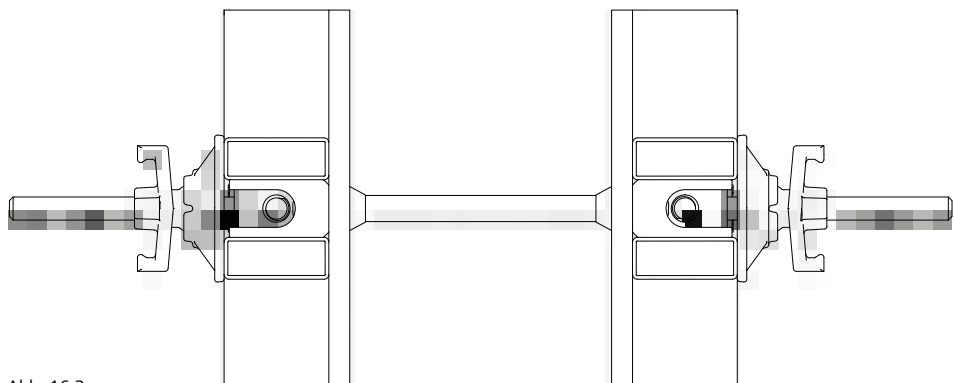

Abb. 16.3
- Zweiseitige Ankerung mit Ankerstab DW 20 und Rillenrohr (Abb. 16.3)